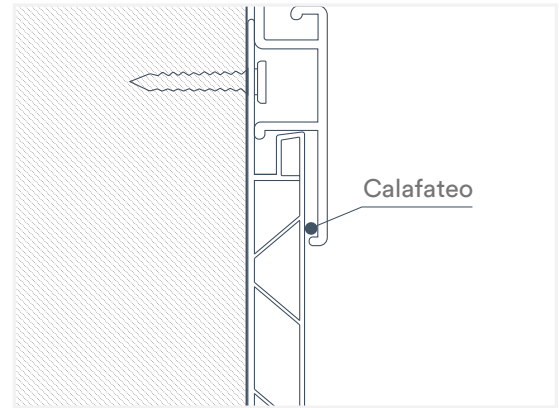

Fig. 32
2. Si la instalación se realiza en un espacio con mucho movimiento de aire, coloque una gota de silicona dentro del borde inferior del panel SlatWall, donde se junta con el panel o paneles Wall&CeilingBoard (Fig. 32). Esto garantiza que el panel se mantenga fijo en su lugar. Este paso es opcional.